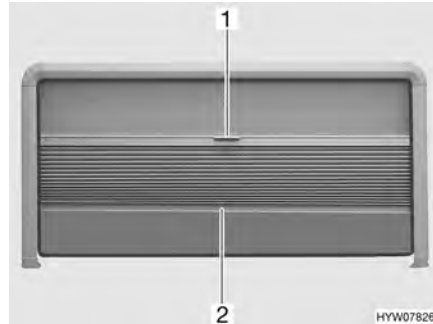

Fig. 69 Finestra apribile
- Afferrare la tendina oscurante pieghevole al centro dell'asta di chiusura (Fig. 69,2) e tirare delicatamente verso il basso.
- Tenere la parte centrale dell'asta di chiusura (Fig. 69,2) della tendina oscurante pieghevole e tirare quest'ultima verso l'alto con cautela.
- Tirare la protezione contro gli insetti (Fig. 69,1) verso il basso utilizzando la maniglia.
- Riconduurre lentamente verso l'alto la protezione contro gli insetti sull'asta di chiusura della tendina oscurante pieghevole (Fig. 69,2).